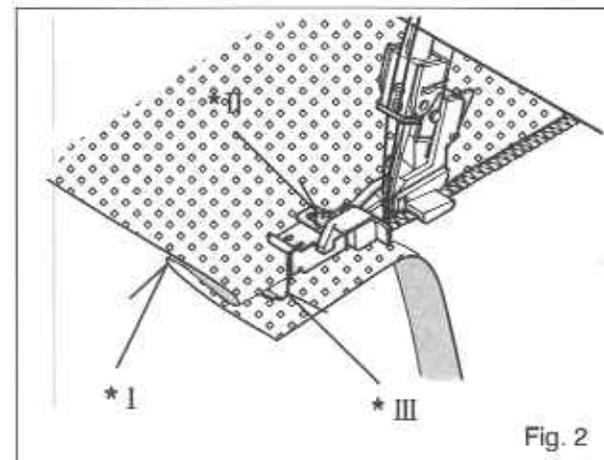
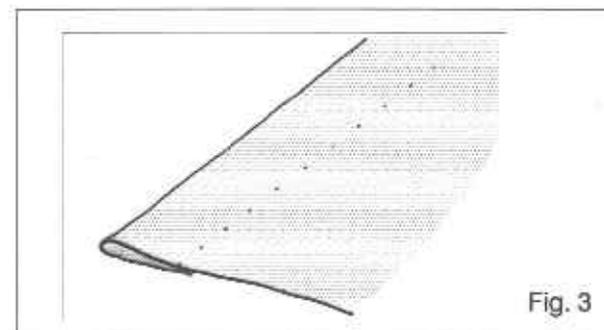

Fig. 2
Fig. 3
2. Place fabric under the presser foot with the wrong side up. Feed the folded edge through the guide in the front of the foot and lower the presser foot lever. Try a stitch (or several stitches) on a spare piece of the actual fabric, and adjust the guide so that the needle just catches the fold. Adjust the guide by means of the small screw on the top of the foot - see Fig. 2.
3. When correctly set, sew the hem. The outside edge will be cut away by the machine - see also Fig. 2. After completion, open out and press again. The stitches should be almost invisible on the right of the fabric - see Fig. 3.
2. Placer le tissu sous le pied presseur avec la partie envers en haut. Glisser le bord replié sous le guide à l'avant du pied et abaisser le pied presseur. Exécuter un seul point d'essai (plusieurs piqûres) sur un échantillon du tissu à coudre, puis régler le guide de façon à ce que l'aiguille entre juste dans le pli de l'ourlet. Le guide se règle par une petite vis placée sur le dessus du pied presseur (voir Fig. 2).
3. Quand tout est bien réglé, coudre l'ourlet à vitesse stable et modérée. La partie extérieure sera coupée par la machine - voir aussi Fig.2. L'ourlet terminé, ouvrir le tissu et le repasser encore. Les points doivent être pratiquement invisibles du côté endroit du tissu (voir Fig. 3).
Si es necesario ajustar la guía mediante el tornillo mostrado en la Fig. 2.
Cuando esté correctamente fijado, coser el pliegue, el borde exterior será cortado por la máquina (ver también la Fig. B). Después de coserlo, abrirlo, las puntadas serían prácticamente invisibles en el lado derecho o anverso del material (Fig. 3).
3. Als u tevreden bent over het naalmonster, start u met naaien. De buitenzijde van de naad wordt afgesneden Zie Fig. 2. Pers, na het naaien, de zoom plat. De steken moeten bijna onzichtbaar zijn op de goede kant van de stof. Zie Fig. 3.